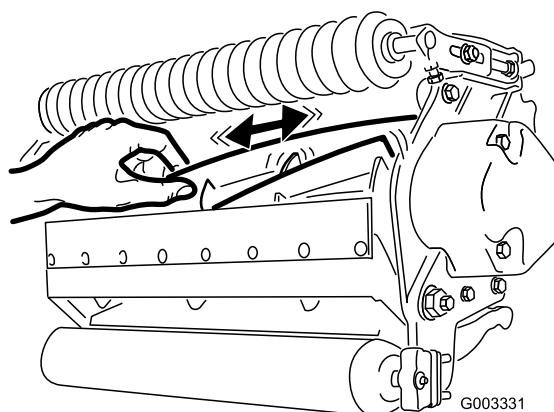

Рисунок 26
2. Используя ветошь или толстую стеганую перчатку, возьмитесь за нож барабана и попробуйте поперемещать узел барабана из стороны в сторону (Рисунок 26).